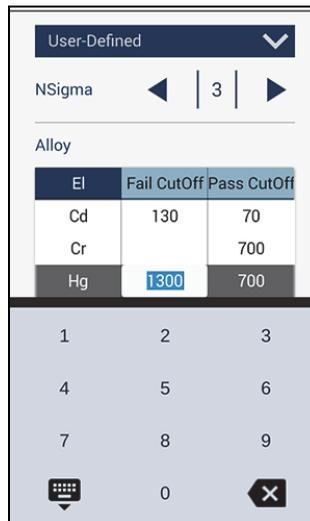

图 2-86 定义截止值
1. 双击**Fail Cutoff**（失败截止值）或**Pass Cutoff**（通过截止值）框，以加亮显示框中的值并显示键盘（参见第97页的图 2-86）。